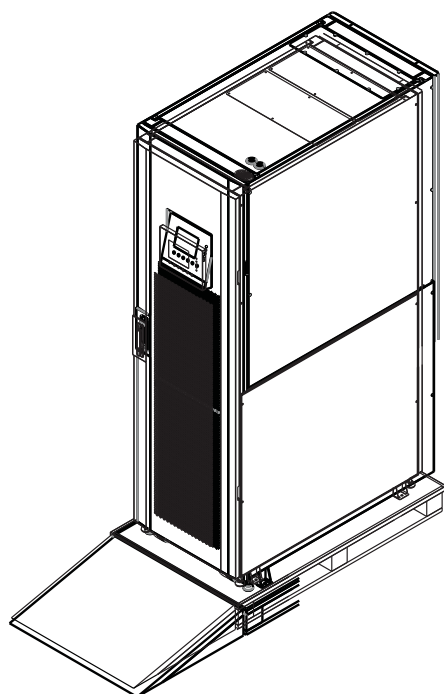

Figure 4.3
2. Placer la rampe livrée dans la boîte d'emballage devant l'armoire de l'onduleur et aligner le trou dans la rampe avec le montant en métal sur la palette puis verrouiller en place (Figure 4.3).